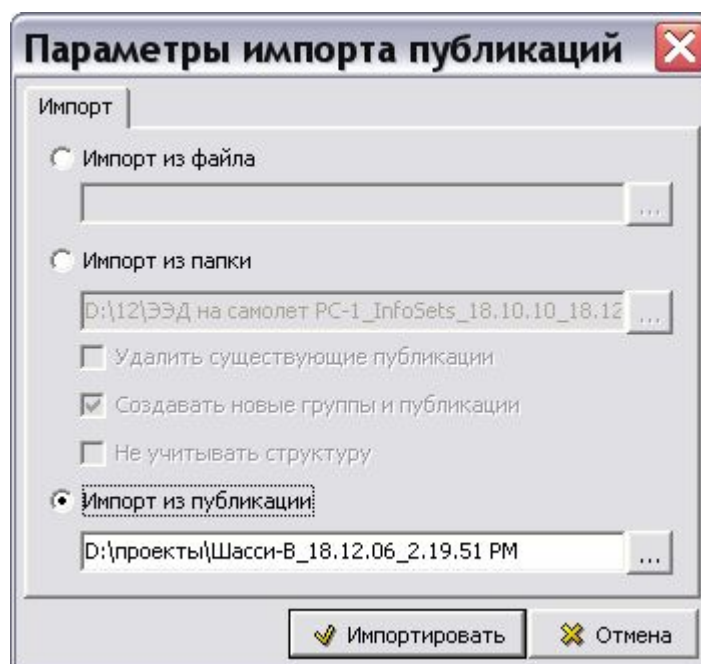

Рис. 8.71
5. При импорте из публикации выбирается публикация в формате PDB (Рис. 8.71).